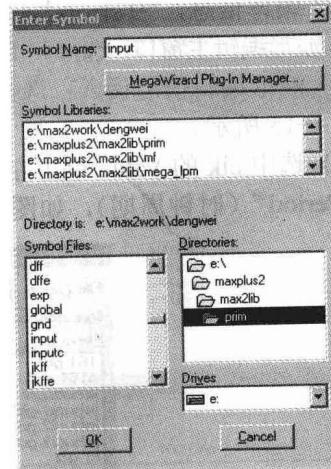

图 1-8 选择 input
(3) 管脚编辑：双击左键，弹出“Enter Symbol”，选择 prim 库并双击左键，在 Symbol Files 下选 input，如图 1-8 所示。